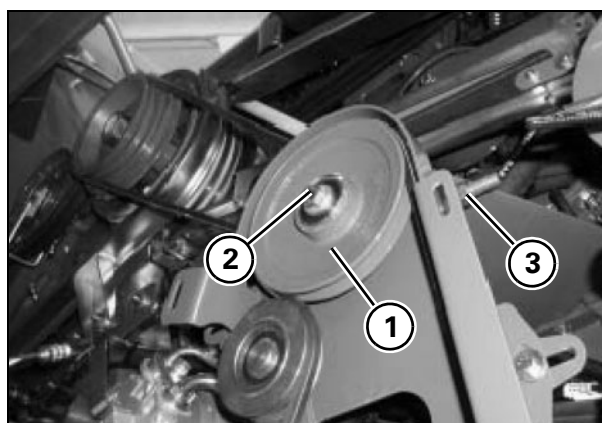

Рис. 22
**19.)Ременный привод воздушного компрессора (при наличии)****Приводной ремень - Рис. 22**